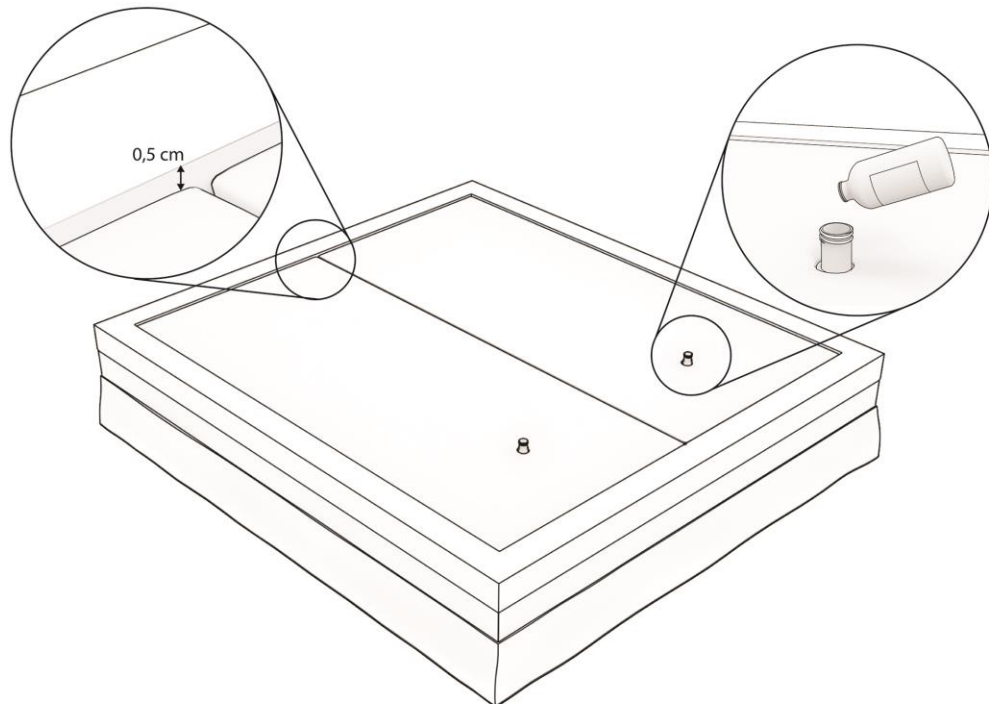

Abbildung 18: Wassermatratze bis 0,5 cm unterhalb des Schaumstoffrandes gefüllt und in beiden Matratzen Konditionierer hinzugefügt
- ❗ **Achtung:** Nachdem Sie die Matratze(n) gefüllt haben, müssen Sie den Wasserbett Konditionierer hinzufügen. Siehe Abbildung 18.
- ❗ **Achtung:** Achten Sie beim Füllen darauf, dass alle Falten und Knicke in der Matratze zu den Ecken hin geglättet bzw. gedehnt werden, wie in Abbildung 18 dargestellt.
- ❗ **Achtung:** Wenn Sie Ihr Bett zum ersten Mal füllen, ist es ratsam, die Matratze bis etwa 0,5 cm unter den Schaumstoffrand zu füllen. Siehe Abbildung 18.